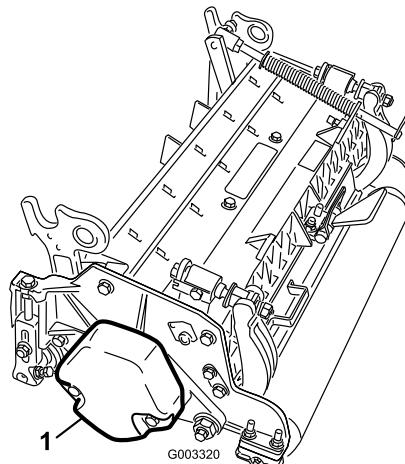

Figure 16
1. Sur les plateaux de coupe N° 2, 4 et 6, enlevez les 2 vis qui fixent le contrepoids à l'extrême gauche du plateau de coupe. Déposez le contrepoids (Figure 16).